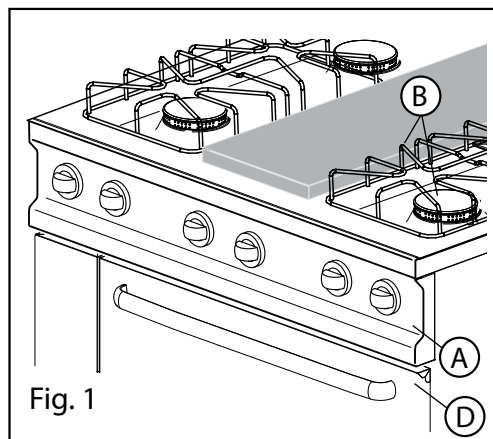

Fig. 1
- Svitare l'iniettore dalla propria sede (Fig. 1).
Prima di procedere fare riferimento par. 2.2 e: 1. Smontare il cruscotto e le manopole (per es. Fig. 1/A)
2. **Cucina:** togliere griglie e spartifiamma (per es. Fig. 1/B) / **Forno:** aprire la porta (per es. Fig. 1/D).